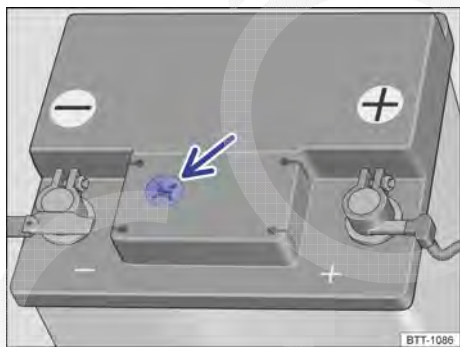

Fig. 304 Representação esquemática: visor no lado superior da bateria do veículo.
- Providenciar iluminação suficiente para poder identificar o indicador colorido no visor redondo no lado superior da bateria do veículo → Fig. 304 (seta). Nos veículos com bateria do veículo no compartimento de bagagem, se necessário, utilizar um espelho para ver melhor a indicação da cor. Jamais utilizar chamas expostas ou objetos incandescentes como iluminação.